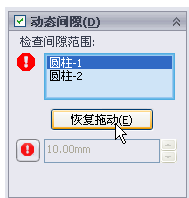

图 11-86 动态间隙时的设置
② 执行命令。单击“装配体”工具栏中的“移动零部件”图标按钮。
③ 设置属性管理器。系统弹出“移动零部件”属性管理器，选中“动态间隙”复选框。在“所选零部件几何体”一栏中选择如图 11-81 所示中的轴件 1 和轴件 2，然后单击“恢复拖动”按钮图标。动态间隙设置如图 11-86 所示。